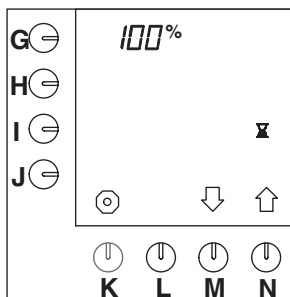

Fig. 46 Pausetid 100 %
- Tryk på valgknappen (N.)↑, indtil fig. 46 vises i displayet.